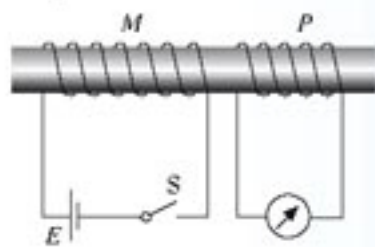

图 4.3-12 线圈  $P$  中有没有感应电流？
5. 在图 4.3-12 中，线圈  $M$  和线圈  $P$  绕在同一个铁芯上。